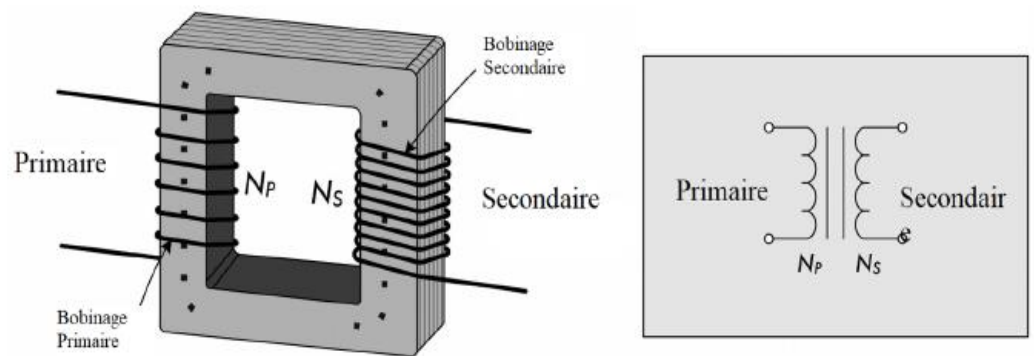

Figure I.5 : Transformateur de base avec un noyau en fer.
- **Transformateur électrique :** Un transformateur de base est un dispositif à deux ports (quatre bornes) capable de transformer une tension d'entrée alternative en une tension de sortie alternative supérieure ou inférieure. Les transformateurs ne sont pas conçus pour augmenter ou diminuer les tensions continues, car le mécanisme de conversion repose sur un champ magnétique variable généré par un courant variable. Une représentation simpliste d'un transformateur est illustrée par la figure I.5, avec son symbole schématique. Un transformateur typique consiste en deux bobines de fil isolées qui partagent un noyau en fer laminé. L'une des bobines est appelée primaire (contenant les spires N_P), tandis que l'autre bobine est appelée secondaire (contenant les spires N_S). La tension aux bornes du bobinage secondaire peut être calculée par l'expression suivante : Ainsi, si le nombre de tours dans la bobine primaire est supérieur au nombre de tours dans la bobine secondaire, la tension secondaire sera inférieure à la tension primaire, et inversement.